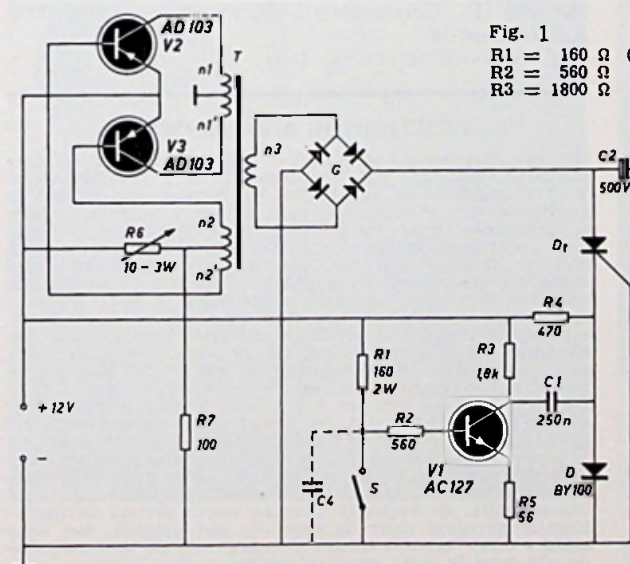

Fig. 1
Fig. 1 toont het schema van een thyristorontstekingssysteem voor auto's met een 12 V installatie en de negatieve pool van de accu aan massa. Dit schema is een variatie op de schakelingen vermeld in het mei-nummer van RB. De voornaamste verschillen zijn:
- b Zoals uit het schema (fig. 1) blijkt, wordt de door de transistoromvormer opgewekte hoogspanning bij het geleidend worden van de thyristor kortgesloten. Het genereren van de transistorgenerator houdt hierdoor op. Zodra de kortsluiting is opgeheven, i.c. zodra de thyristor dooft, gaat de transistoromvormer weer genereren en wordt C2 weer opgeladen. De oscillatorfrequentie van de transistoromvormer wordt bij dit systeem in feite bepaald door het aantal ontstekingsimpulsen.